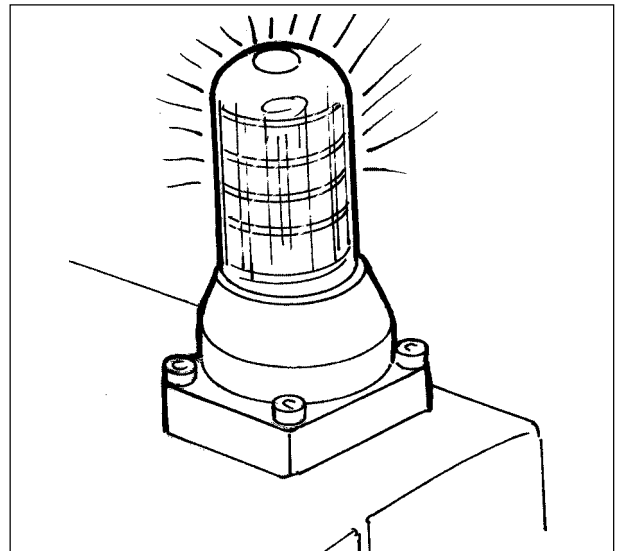

Fig. 1.18
- Na estrada, utilize luzes intermitentes ou a lâmpada rotativa, de dia e de noite, a menos que não seja previsto pelas leis locais (Fig. 1.18).